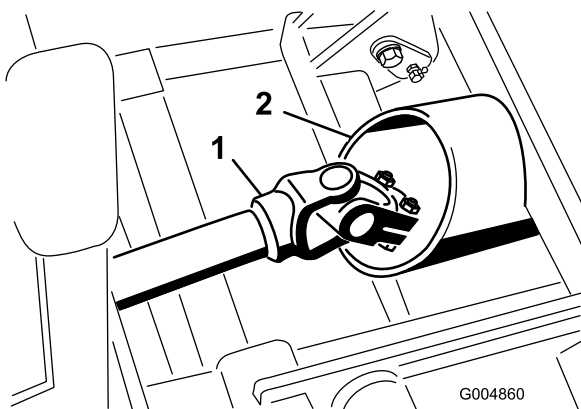

Figura 105
27. Facendo attenzione, fate scorrere il gruppo del telaio invernale in posizione mentre disponete l'albero di trasmissione attraverso il tubo del telaio (Figura 105).